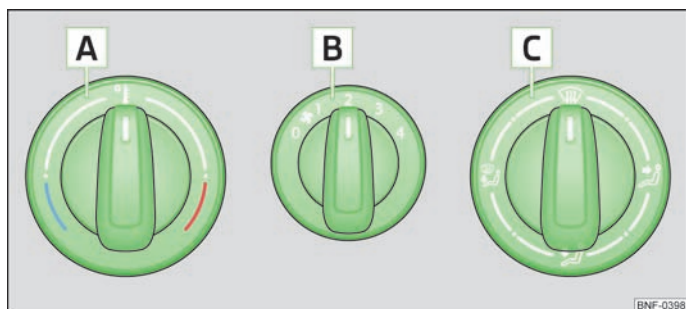

Fig. 58 Riscaldamento: Comandi
► Per aumentare la temperatura, ruotare la manopola **A** » fig. 58 verso destra.
► Per inserire il ventilatore, portare l'interruttore del ventilatore **B** » fig. 58 in una delle posizioni da 1 a 4.
► Con la manopola **C** » fig. 58 sarà possibile regolare la direzione del getto d'aria » pagina 54, *Bocchette di ventilazione*.
- Elementi di comando **A**, **B**, **C** » fig. 58.